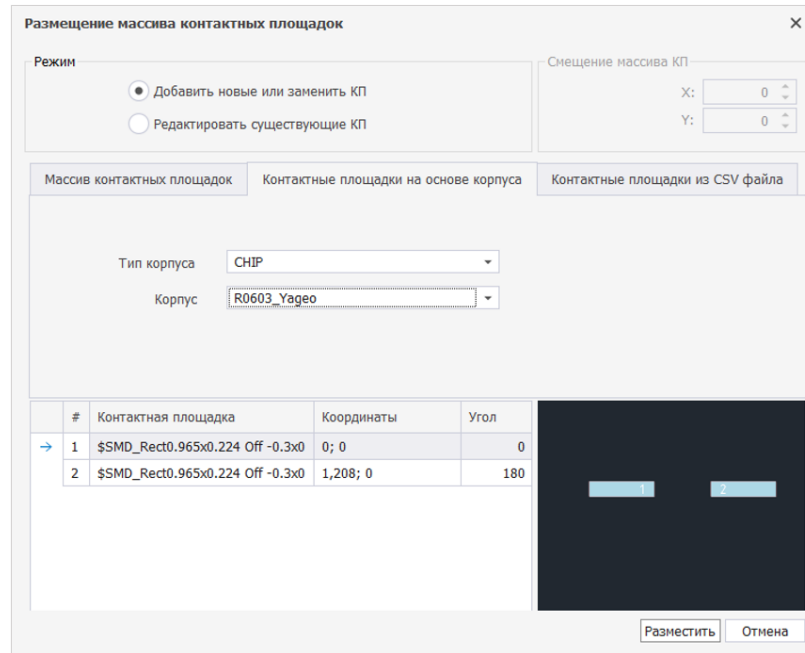

Рис. 98 Выбор корпуса
3. Выбрать с помощью выпадающего списка «Корпус» один из корпусов определенного ранее типа, см. Рис. 98.